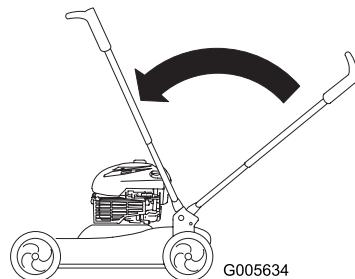

Figura 38
- Fate ruotare la stegola in avanti (Figura 38).